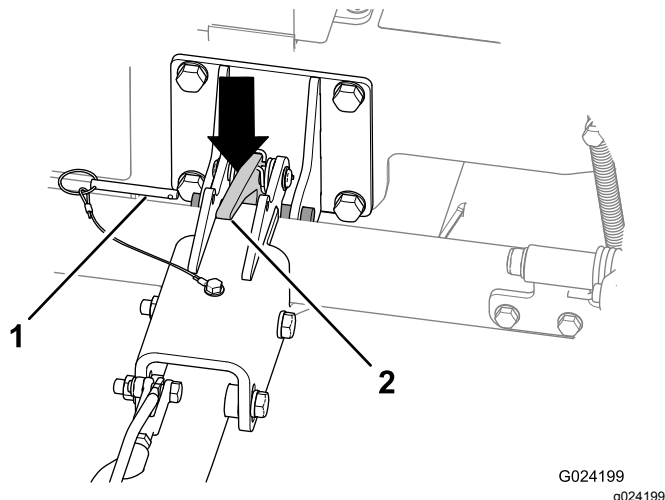

Figura 27
A. Retire el pasador de bloqueo (Figura 27).
C. Presione hacia abajo sobre el cierre de la barra de tracción para desenganchar la barra de tracción (Figura 27).